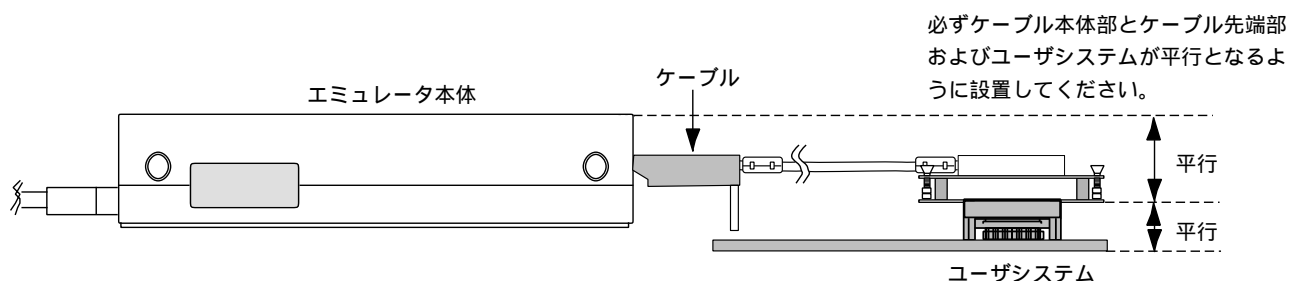

図 11 設置例
5. ユーザシステムに接続した状態では、ユーザシステムインタフェースケーブル、特にケーブル先端部に無理な力が加わらないように注意する必要があります。図11の設置例を参照してご使用ください。